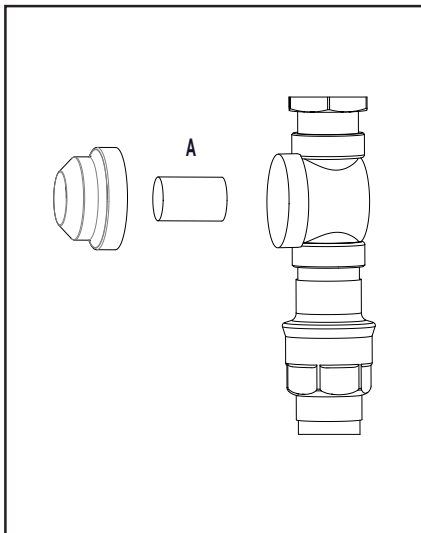

Fig. 2 110002117
5. Entfernen Sie den Filter (A, Abb. 2), und legen Sie den Filter in einer Entkalkunslösung.